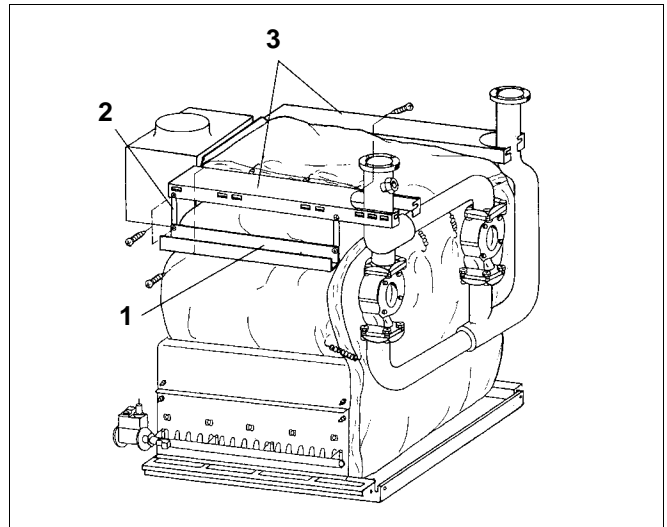

Fig. 50 Monter les jaquettes latérales et les chemins de câbles
- Les deux capots latéraux (fig. 50, **pos. 3**) sont placés sur les consoles (fig. 50, **pos. 2**) et fixés avec des vis à tête plate 3,9 x 9,5.
- Serrer les deux chemins de câble (fig. 50, **pos. 1**) à l'avant et à l'arrière sur les consoles (fig. 50, **pos. 2**) avec des vis à tête plate 3,9 x 9,5 (ouverture inférieure dans la console).